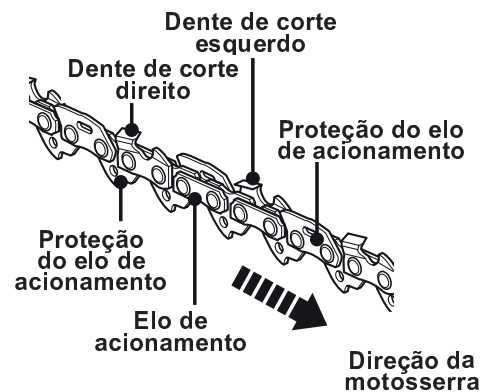

Fig. 47a
- > A diferença entre a altura do dente de corte e o talão do limitador de profundidade determina a espessura de corte da motosserra. No processo de afiação da corrente (3), deverá considerar os seguintes aspetos (Fig. 47a).